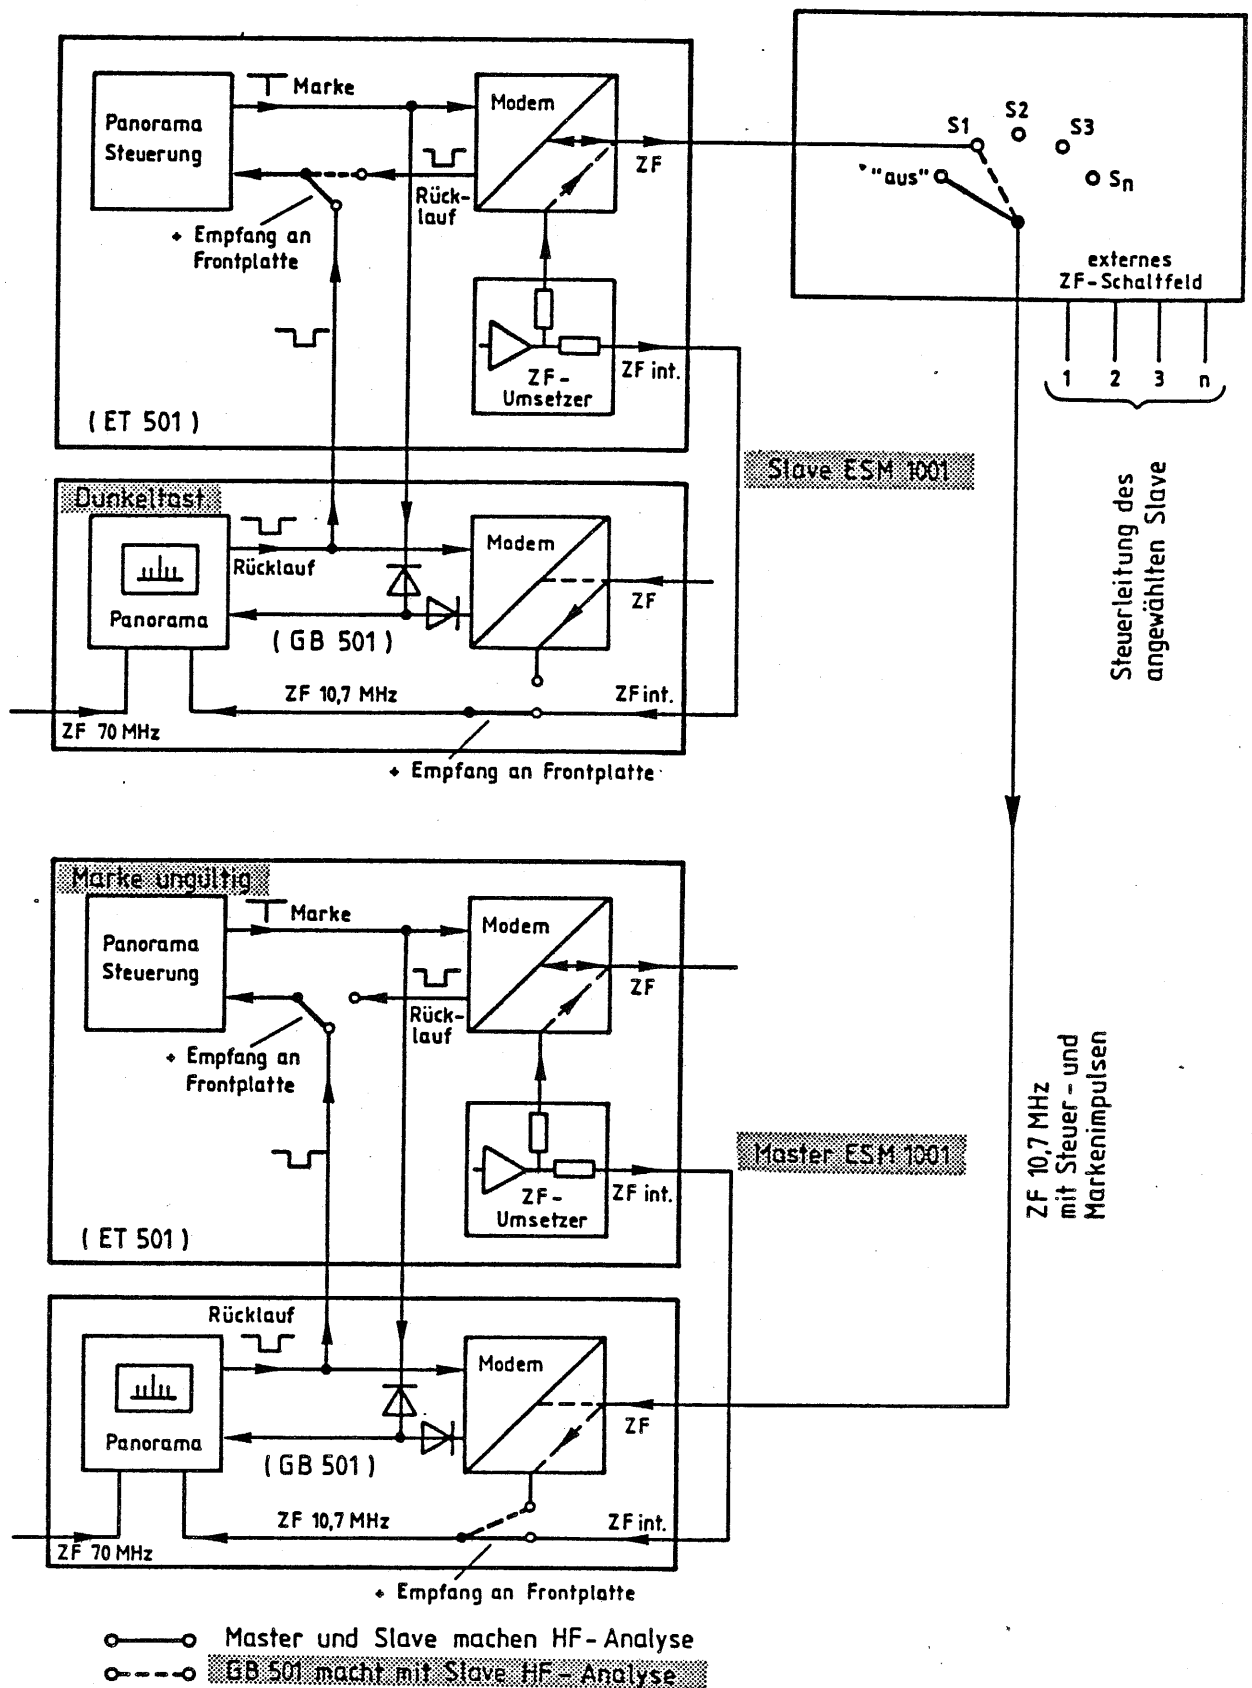

Bild 5-2 Master ESM 1001 mit Slave ESM 1001 bei der Betriebsart HF-Analyse
1. Beim Master-Empfänger ESM 1001 sind das Bedien- und Empfangsteil zu einem eigenständigen Gerät in einem Gehäuse zusammengefaßt. In dieser Konfiguration sind die Leitungen für den Rücklauf- und Markenimpuls direkt miteinander verbunden (siehe auch Bild 5-2).
2. Beim Slave-Empfänger ESM 1002 ist das Empfangsteil vom Bedienteil abgesetzt. Rücklauf- und Markenimpuls werden nun über Modem auf die 10,7-MHz-ZF-Leitung geträgert aufgeschaltet, über ein ZF-Schaltfeld geführt und im Panorama Sichtteil mittels Modem wieder rückgewonnen (siehe auch Bild 5-2).